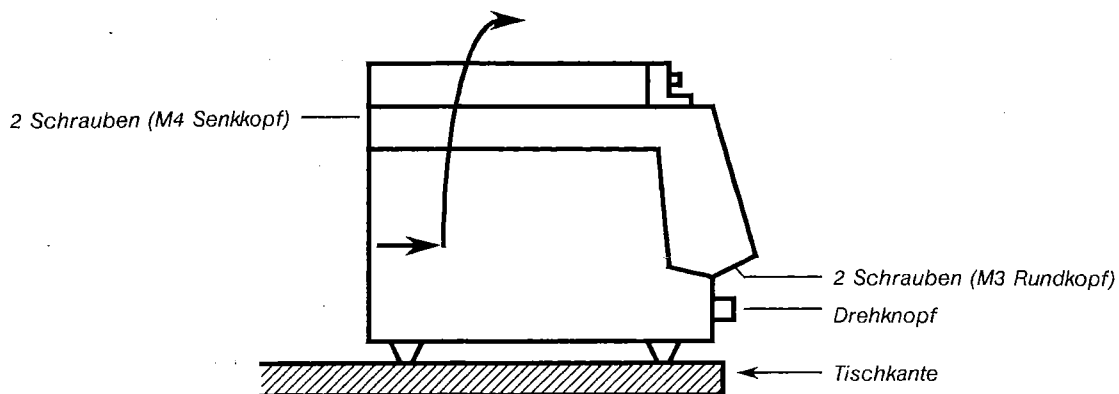

Fig. 1
- Gerät so über Tischkante stellen, dass die M3-Schrauben entfernt werden können (Fig. 1)